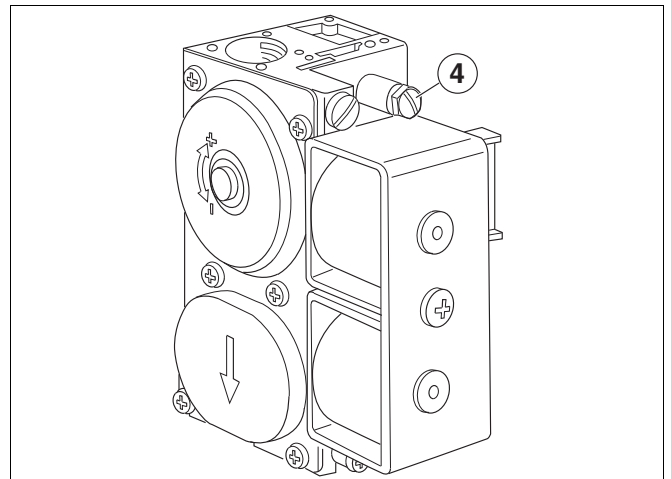

Fig. 2 SIT830 Tandem
- Afloje dos vueltas los tornillos de cierre de la toma de prueba para la presión de conexión (fig. 2 a 4) con SIT 830 Tandem retire los tornillos de cierre.